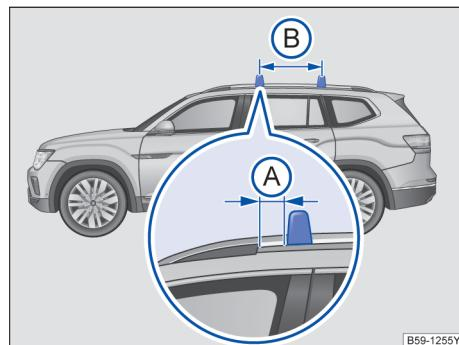
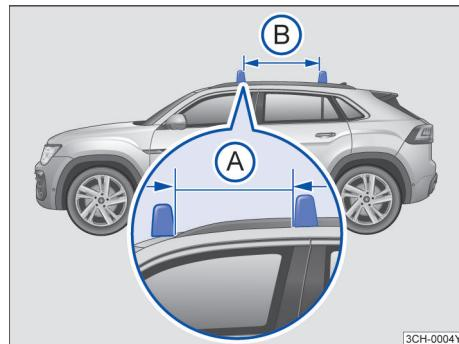

图 196 配备车顶行李架基架的汽车：行李架杆的固定点
图 197 配备车顶行李架基架的汽车：行李架杆的固定点。(Teramont X 车型)
行李架杆安装在车顶行李架基架上。同时前行李架杆与前车顶行李架脚→图 196(A)之间的距离为 5 cm。行李架杆的相互距离(B)应大约为 75 cm。
行李架杆安装在车顶行李架基架上。同时，行李架端部到第一根横梁中心→图 197(A)之间的距离为 16 cm。行李架杆的相互距离(B)应大约为 70 cm。
- 行李架杆只能安装在平行箭头→图 196(B)→图 197(B)之间。